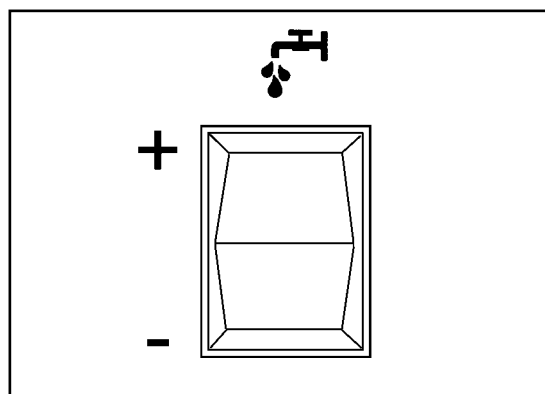
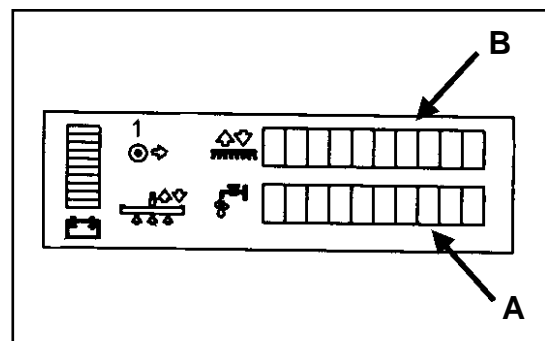
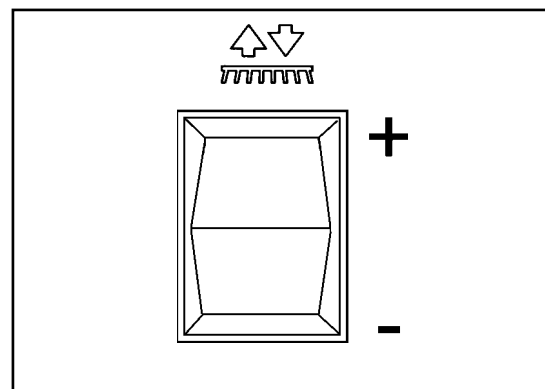

Figura 25
Figura 26
Figura 27
La solución se usa para aflojar y quitar la suciedad del piso. La cantidad de solución que se aplica se puede ajustar en cinco niveles diferentes para que se adapte a muchas condiciones de pisos diferentes. Estos niveles diferentes aparecen en la pantalla de cristal líquido ubicada en el frente de la máquina. Para ajustar la cantidad de solución a aplicar, use el Interruptor del flujo de solución (figura 25). **NOTA: Existen cinco configuraciones diferentes en la pantalla. Consulte la figura 26, A.**
1. Oprima el lado "+" del interruptor (figura 25).
1. Oprima el lado "-" del interruptor (figura 25).
Los cepillos se usan para agitar la solución, lo cual mejora el proceso de limpieza. La presión de cepillo que se aplica se puede ajustar en cinco niveles diferentes para que se adapte a muchas condiciones de pisos diferentes. Estos niveles diferentes aparecen en la pantalla de cristal líquido ubicada en el frente de la máquina (figura 26, B). Para ajustar la cantidad de presión de cepillo, use el Interruptor arriba/ abajo del cepillo (figura 27).
1. Presione el lado "+" del interruptor (figura 27).
1. Presione el lado "-" del interruptor (figura 27).